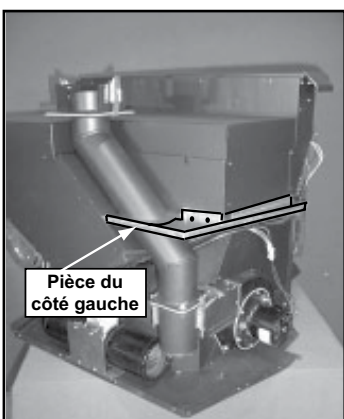

Figure 21.1
8. Installez l'angle de carénage de gauche avec 2 vis dans le corps de la trémie et 1 dans le bas de la pièce de remplissage. **Figure 21.1.**